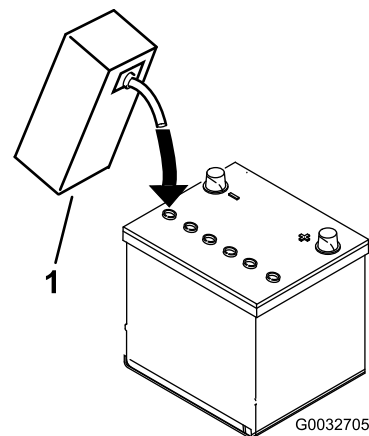

Bild 6
3. Füllen Sie vorsichtig Elektrolyt in jede Zelle ein, bis die Platten ungefähr mit 6 mm Flüssigkeit bedeckt sind (Bild 6).
4. Lassen Sie die Elektrolytflüssigkeit für 20 bis 30 Minuten in die Platten durchtränken. Füllen Sie nach Bedarf auf, um den Elektrolytstand auf ungefähr 6 mm unter den Einfüllstutzen anzuheben (Bild 6).